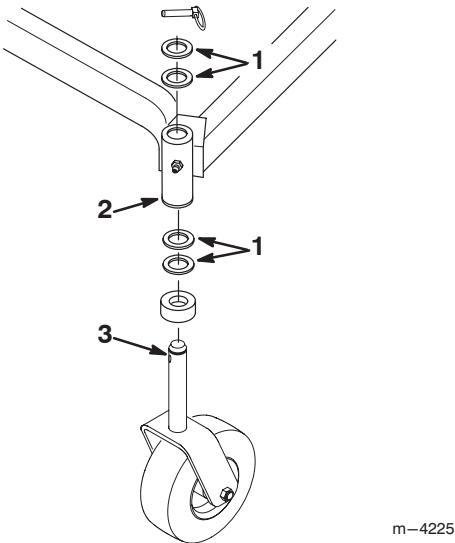

Bild 43
- Verlegen Sie, um die Neigung in Längsrichtung zu verändern, eine gleiche Anzahl von Druckscheiben an beiden Gabeln der Laufräder. Verlegen Sie die Druckscheiben von der Oberseite des Befestigungsrohrs des Trägerrahmens an die Unterseite. Dadurch hebt sich die Vorderseite des Mähwerks. Verlegen Sie die Druckscheiben von der Unterseite des Befestigungsrohrs des Rahmens an die Oberseite. Dadurch senkt sich die Vorderseite des Mähwerks (Bild 43).